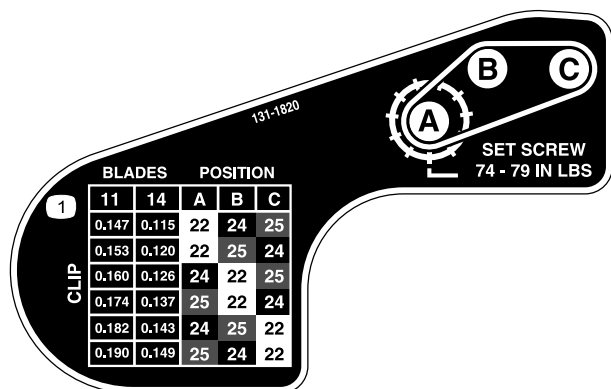

図 18
6. 図 18 のデカルにある表を参考にして希望するクリップを決定し、そのクリップにセットするためにはどのプーリを移動させる必要があるかを調べる。
9. 各プーリを、それぞれの新しい位置に取り付ける 図 18。